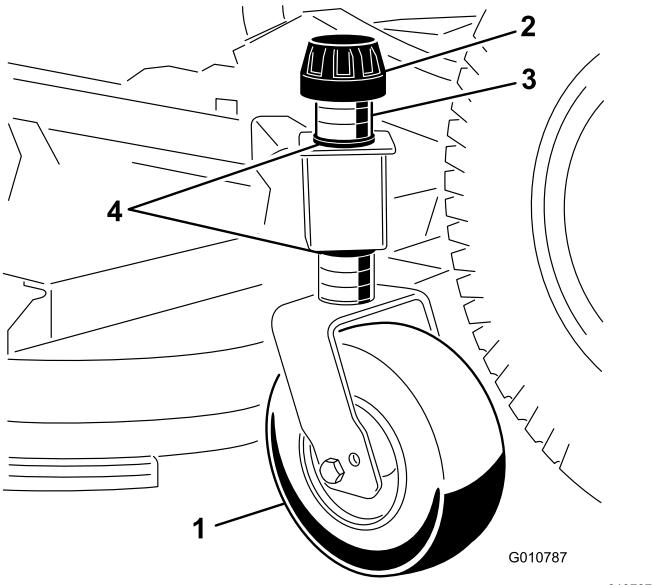

Bild 10
1. Entfernen Sie die Spannkappe, mit der die Radstelze an den Schneideinheitshalterungen befestigt ist (Bild 10).